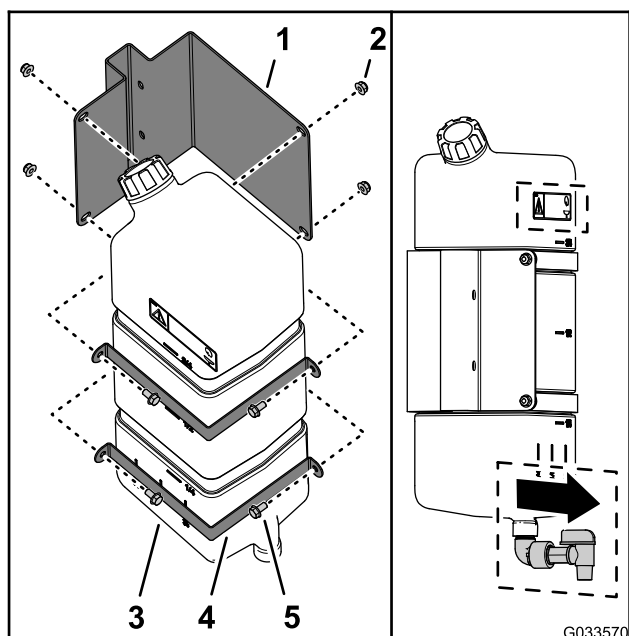

Figura 43
- Monte o depósito de água limpa na montagem do depósito com as duas correias de montagem, quatro parafusos de cabeça flangeada (5/16 pol. x 5/8 pol.) e quatro porcas flangeadas (5/16 pol.) como se mostra na Figura 43.